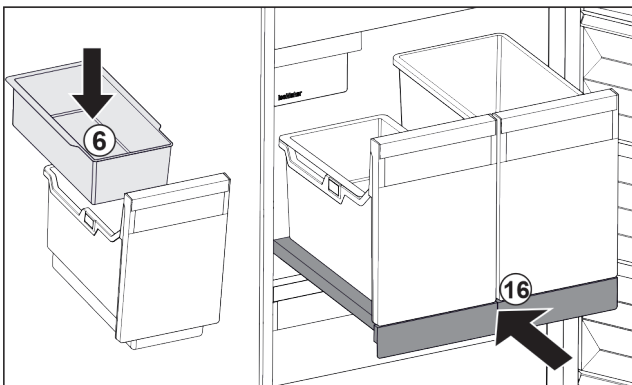

Fig. 36
- ▶ Inhangschaal Fig. 36 (6) voor ijsblokjes aanbrengen.
- ▶ Uitschuifplateau met bak (IceTower) er inschuiven. Fig. 36 (16)